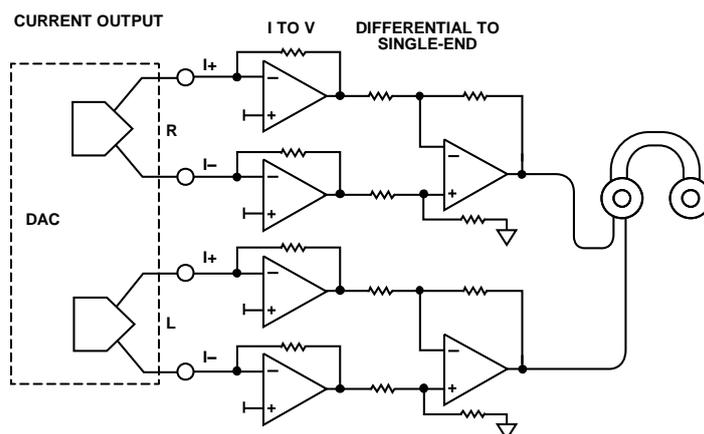

図 41. 電流出力 DAC の構成
電流出力構成の場合は、R チャンネルと L チャンネルの差動電流信号を差動電圧信号に変換する電流/電圧変換 (I-V) 回路を実装し、その後段に差動アンプ回路を配置します (図 41 参照)。
最高の THD + N 性能を実現するには、通常、電流出力型のオーディオ DAC が使用されます (図 41 参照)。電流モードの信号コンディショニングを行うには、6 個のアンプと多数の受動部品が必要になり、PCB 面積と消費電力が増えます。面積の増加と電力の消費は、携帯電話アプリケーションで考慮すべき重要な要素です。
代表的な電流出力 DAC のシグナル・チェーン (図 41 参照) では、4 個のアンプが I-V 回路として構成されています。非反転入力は DAC の出力コモンモード・レベルである DC 電圧に接続され、I+/I- 端子の電圧を DC 信号にします。この信号が流れると、DAC 内部の 2 個の信号源抵抗 (Rs1 と Rs2) での電圧降下が同じになり、DAC が最良の歪み性能を発揮します。
- SSM6322 の回路は、代表的な電流出力 DAC のシグナル・チェーンとは異なります（図 41 参照）。差動 I-V 変換を実行するオペアンプは 1 個しかありません。非反転の接地抵抗両端の電力は固定されますが、帰還抵抗両端の電力は出力信号によって変化します。このばらつきによって、2 個の抵抗間にミスマッチが生じ、熱を十分に放熱できない場合は歪みが生じます。この状況を避けるために、低ドリフト（25 ppm/°C）の金属皮膜抵抗または薄膜抵抗を推奨します（図 46 参照）。